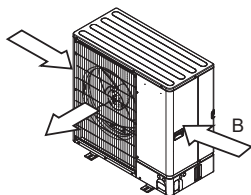

Fig. 2-5
(3) Placez l'appareil de manière à ce que l'air soit soufflé perpendiculairement au sens du vent (Fig. 2-5).